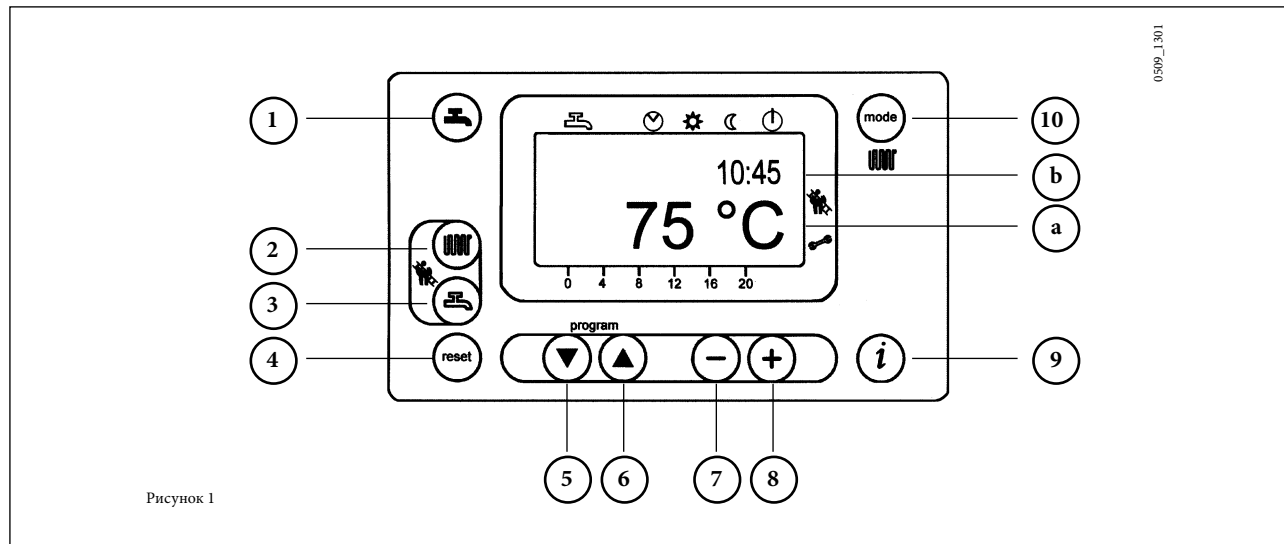

Рисунок 1
- Нажать кнопку (■) (поз. 2 на рис. 1) для регулировки температуры воды системы отопления;
- Нажать одну из этих двух кнопок (↶) (mode) (поз. 1 или 10 на рис. 1) для записи заданного параметра в память и возврата к главному меню.
ПРИМЕЧАНИЕ – Если к котлу подключен внешний зонд, при помощи кнопки (■) (поз. 2 на рис. 1) можно смещать кривую отопления. Нажать кнопки (–) (+) для уменьшения или увеличения комнатной температуры обогреваемого помещения.
- Нажать кнопку (⊕) (поз. 3 на рис. 1) для регулировки максимальной температуры хозяйственной воды;
На главный дисплей (см. рис. 1 а) аварийные сигнализации выводятся вместе с символом  (см. рис. 4). Для гашения сигнализации нужно нажать кнопку восстановления  как минимум две секунды.
На вспомогательном дисплее (см. рис. 1 б) поочередно появляются аварийная сигнализация и время, оба мигающих (см. рис. 4.1). Выведенные на вспомогательный дисплей сигнализации могут быть погашены только после устранения причины, вызвавшей их.